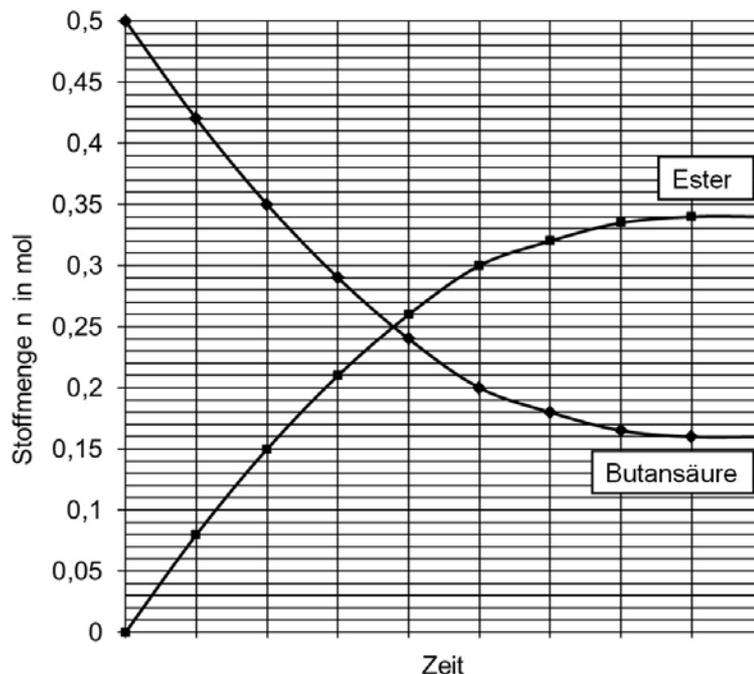

Abb. 2: t/n-Diagramm zur Synthese von Butansäureethylester
- 2 Der Geschmack von Apfelsaft beruht unter anderem auf im Saft enthaltenem Butansäureethylester (Ethylbutanoat). Butansäureethylester lässt sich auch im Labor herstellen. Dazu werden in Experiment A je eine Stoffmenge von 0,5 mol Butansäure und 0,5 mol Ethanol in einem geschlossenen System zur Reaktion gebracht. Abbildung 2 zeigt die Veränderung der Stoffmengen von Butansäure und Ester in Abhängigkeit von der Zeit:
- 2.2 Bei einem Experiment B wird unter sonst gleichen Bedingungen konzentrierte Schwefelsäure als Katalysator zugesetzt. Zeichnen Sie in Abbildung 2 die zu erwartenden Kurvenverläufe für dieses Experiment ein und erklären Sie deren Verlauf! [7 BE]